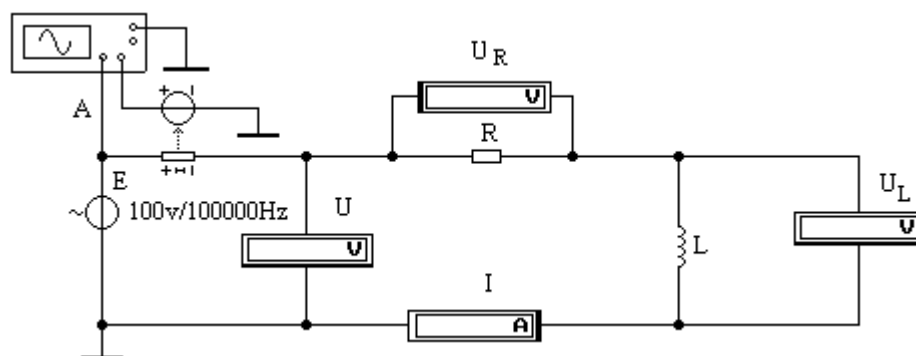

Рисунок 1 - Схема исследования RL - цепи.
- 1.Собрать схему электрической цепи (рисунок 1).